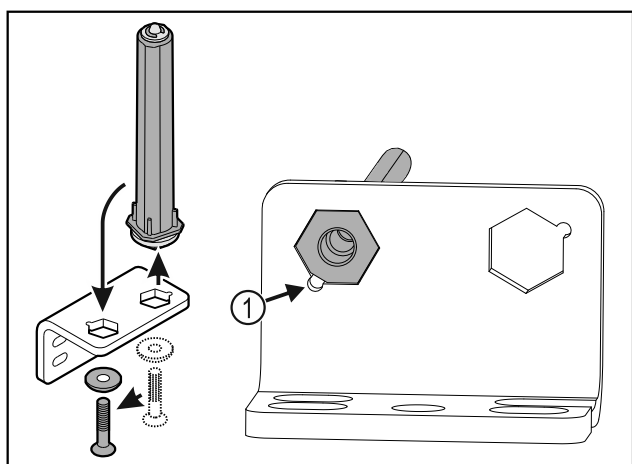

Fig. 19
- ▶ Zwrócić uwagę, aby podczas wkładania ścięcia sworznia Fig. 19 (1) było skierowane na okrągły otwór.